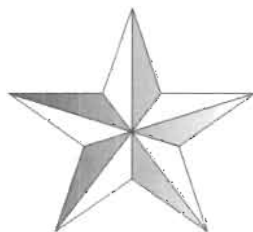

图 7-34
(4) 系统返回“图案填充和渐变色”对话框, 单击其中的“确定”按钮, 结果如图 7-34 所示。